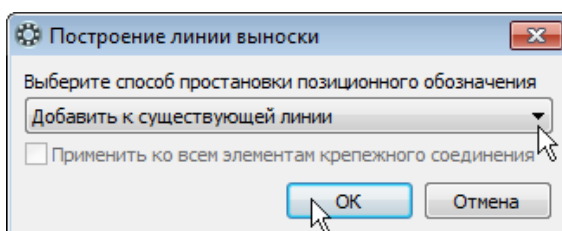

Рисунок 37.
- Проставьте к пакету позиционные обозначения. Укажите точку на Болте и точку начала полки. Для остальных деталей набора подтвердите создание объекта спецификации, затем выбирайте вариант Добавить к существующей линии и указывайте на линию-выноску (рис. 37).